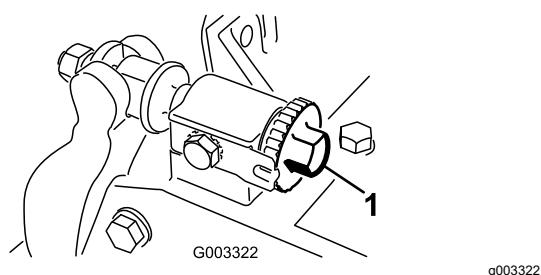

Figura 10
2. Girate in senso antiorario le viti di regolazione della barra di appoggio per accertarvi che la barra di appoggio non tocchi il cilindro (**Figura 10**).